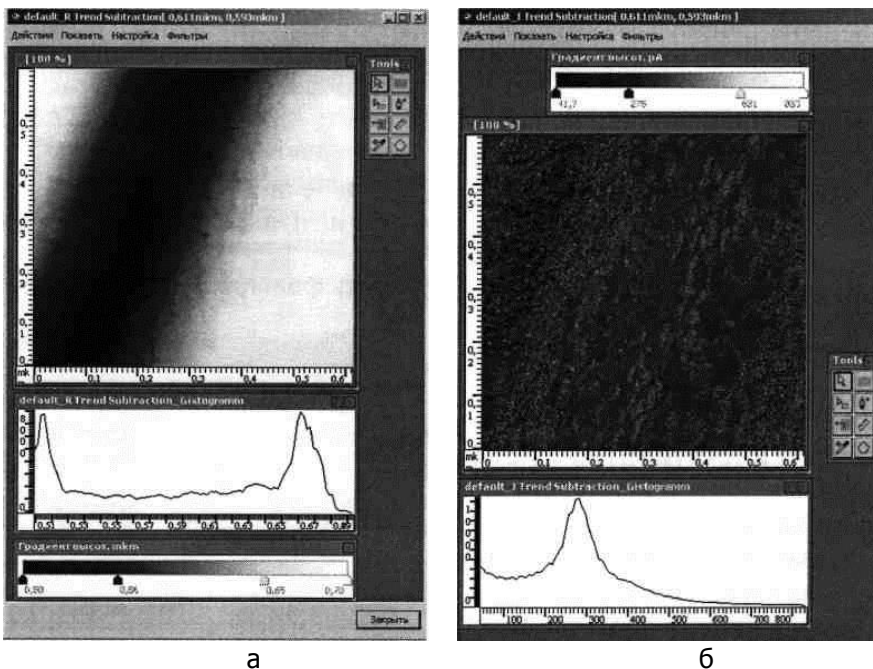

Рис. 12. Рабочее окно РЕЛЬЕФ (а) и рабочее окно ТОК (б)
2.6. Сканирование поверхности образца (кнопка *Сканировать*). В процессе сканирования на экран выводится окно с предварительной информацией о поверхности. После сканирования появляется два окна с результатами сканирования (в зависимости от выбранных выходных каналов АЦП их может быть больше) окно *Рельеф* и окно *Ток* (рис. 12).